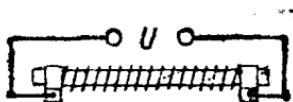

图 1—1
1. 一电热器由直径为0.4毫米和长度28米的康铜丝制成(图1—1)，求电热器的电阻值大小。